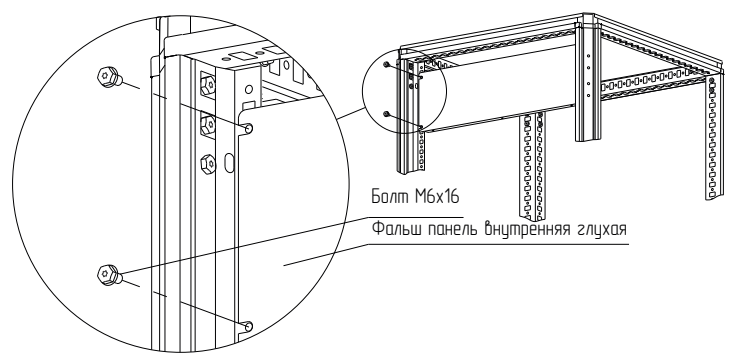

Рисунок 20
– вариант 1. Болтами М6х16 (рисунок 20). Момент затяжки – 7 Н·м. Болты приобретаются отдельно;